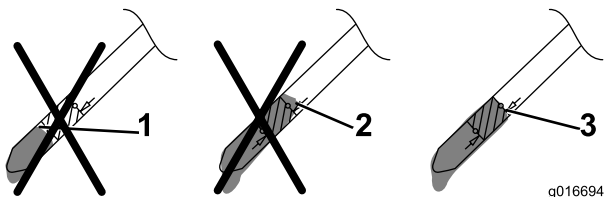

Figura 35
11. Rimuovete l'asta di livello e controllate il livello dell'olio sulla stessa; vedere Figura 35.
- Se il livello dell'olio è troppo basso, aggiungete **lentamente** una piccola quantità di olio nel relativo tubo di riempimento, quindi ripetete le fasi da 9 a 11 fino a raggiungere il livello corretto mostrato in Figura 35.